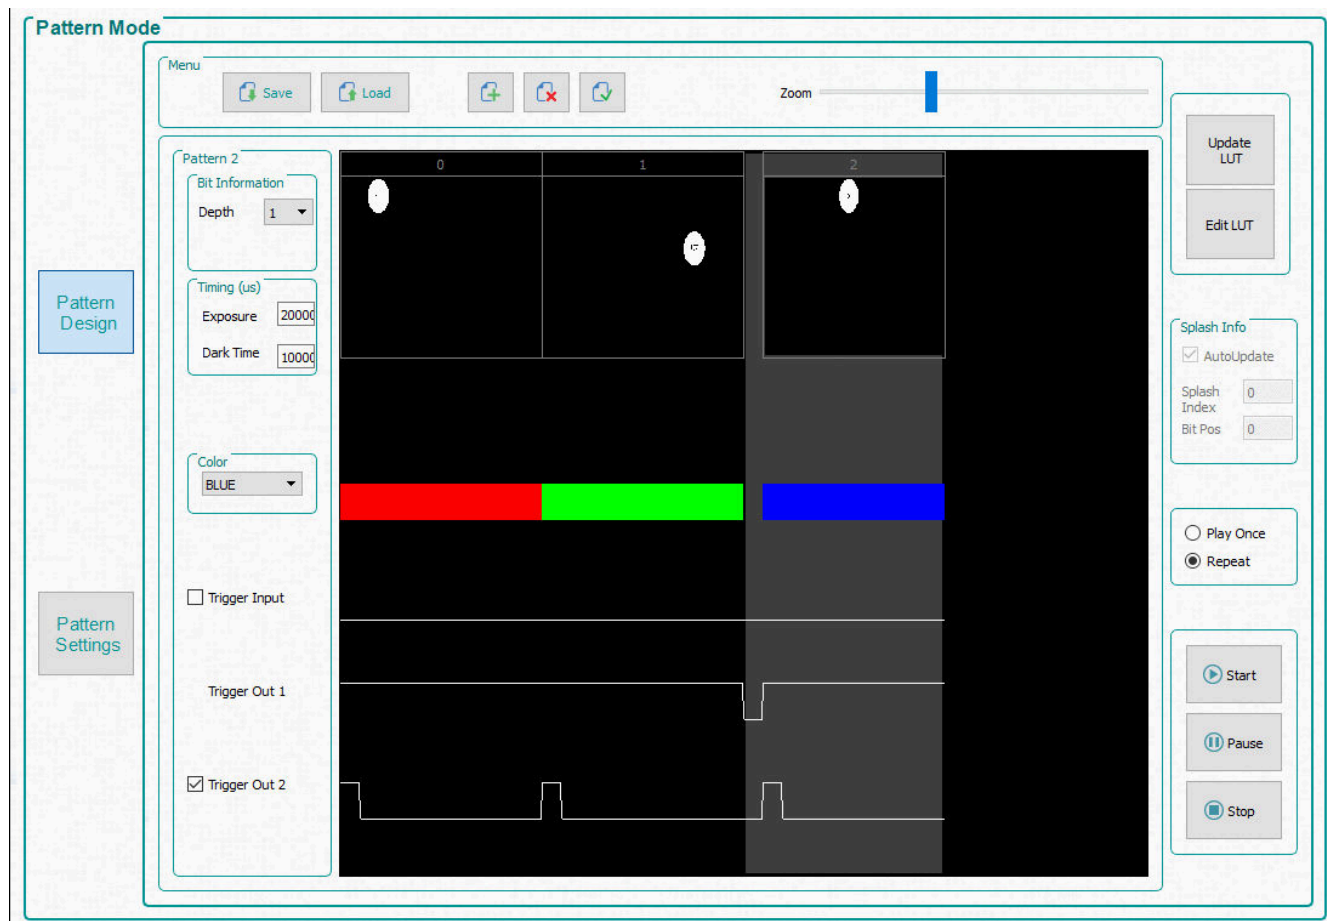

図 2-2. 単純な 3 パターンのシーケンス
次の 3 つの手順では、選択したパターンが、明るい灰色の選択領域で示されます。図 2-2 を参照してください。この図は、3 番目のパターン (パターン 2) を選択した状態です。
5. 3 番目のパターンを選択し、ビット深度 1 を選択します。露出を 200000 $\mu$ s に、ダークタイムを 100000 $\mu$ s に設定して、カラーの「**青色**」を選択します。パターン シーケンスを、図 2-2 に示します。